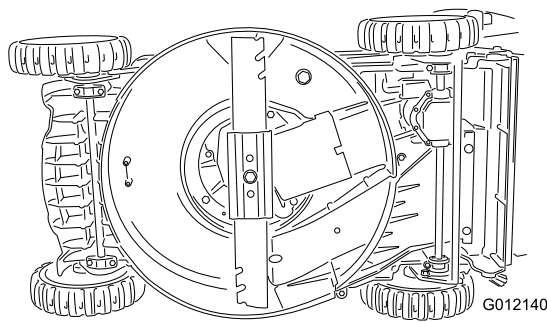

Figura 25
- Coloque la máquina de lado (Figura 25), con la varilla de aceite hacia abajo.